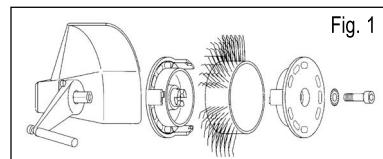
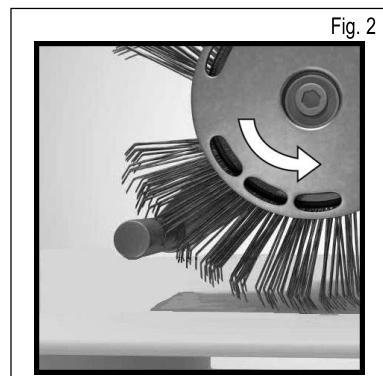

Fig. 1
Fig. 2
- Întrerupeți alimentarea cu tensiune și apoi fixați în mod corect pe aparat bandă Bristle Blaster® de 23 mm împreună cu sistemul de prindere (respectați direcția de rotație) și cu șaiba evantai și șurubul aferente. **Vezi Fig. 1 și Fig. 2**
Utilizați o bandă în direcția greșită de rotație? – Ajustați bandă cu perii astfel încât să meargă în direcția corectă (vezi capitolul 5, Punerea în funcționare, Fig. 2).